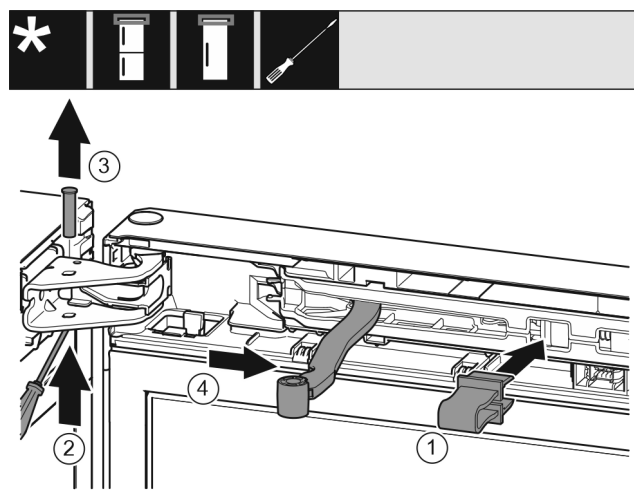

Fig. 10
► Fixați în poziție siguranța Fig. 10 (1) în deschizătură.
► Scoateți prin glisare bolțul Fig. 10 (2).
► Extrageți în sus bolțul Fig. 10 (3).
► Rotiți articulația Fig. 10 (4) în direcția ușii.